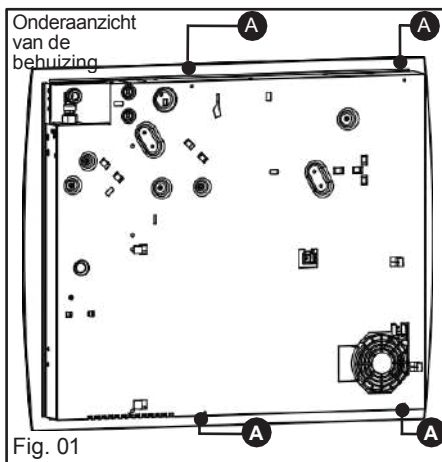

Fig. 01
Het is essentieel om de hiervoor bestemde gaten te gebruiken zoals aangegeven in de tekening hierboven (Fig. 01).
– Boven een oven (afb. 01)
We stellen een uitsparing van 30 cm² aan de achterkant van één kant van de uitsparing voor (Fig. 01).
– Sluit de draden aan op de installatie en let daarbij op de kleuren van de draden (Fig. 01).